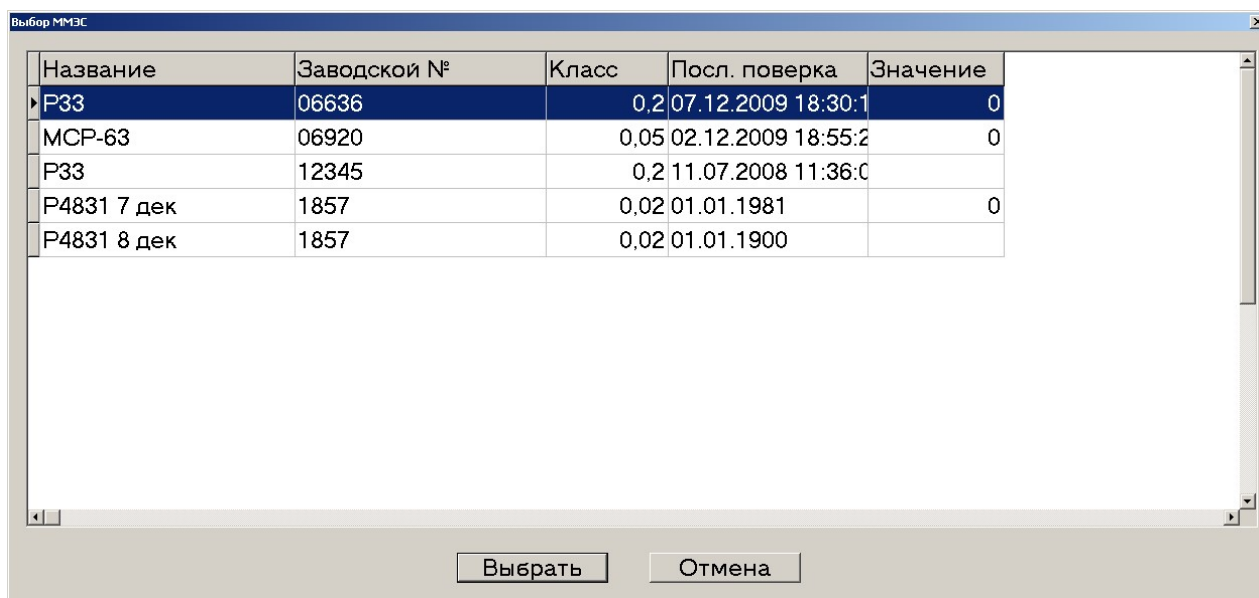

Рисунок 19. Окно «Выбор ММЭС»
7.4.2 Нажмите на кнопку «Выбор ММЭС». Отобразится окно «Выбор ММЭС» (рис. 19). В этом окне выберите ММЭС и подтвердите выбор клавишей «Enter». Далее в зависимости от того какой метод поверки выбран для данного ММЭС (п. 7.1.14), становится активной кнопка «Запуск измерений» или «Загрузка термостата». Если стала активна кнопка «Загрузка термостата» то для данного ММЭС выбран метод поверки «Сравнение с ОМЭС», при использовании данного метода поверки, ММЭС должен быть подключен к клеммам «U9» и «I9». Если же стала активна кнопка «Запуск измерений», то для данного ММЭС выбран метод поверки «Прямое измерение» или «Прямое измерение с обр. током», при использовании этих методов поверки, ММЭС должен быть подключен к клеммам «U МЭС» и «I МЭС». Далее нажмите на активную кнопку.